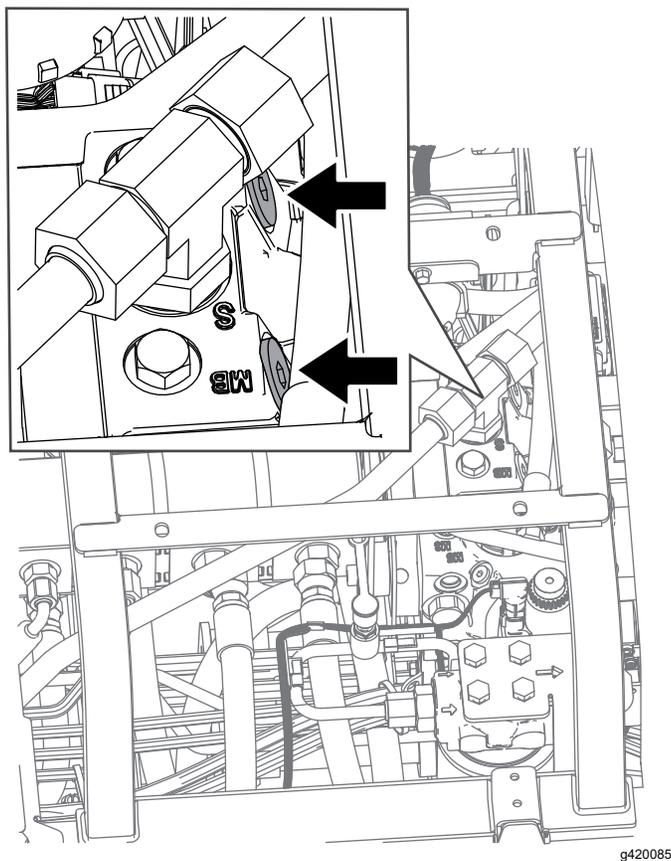

Figura 98
2. Individuate la posizione delle valvole di bypass sotto al sedile e sopra all'idrostatato (Figura 98).